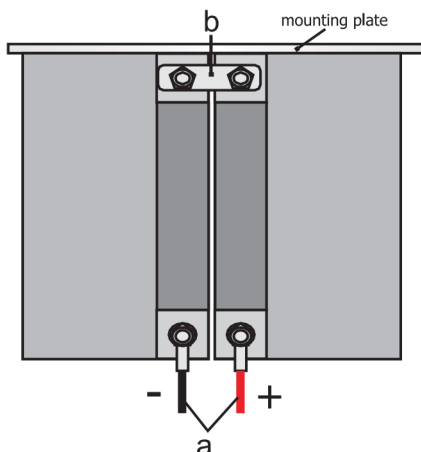

Fig. 28 Baterías: vista superior
Para conectar las baterías, consulte la fig. 28 y observe los siguientes pasos:
2. Conecte las baterías utilizando el conector de polos de batería (“b” en la fig. 28), las tuercas de los polos y las cubiertas de protección de los polos.